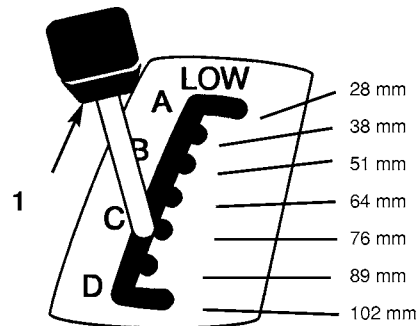

Bild 6
2. Den Schnitthöheneinstellhebel (Mähwerkhub) anziehen und auf die gewünschte Schnitthöhe stellen (Bild 6).